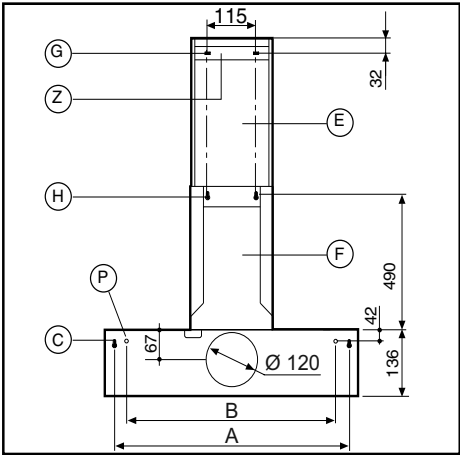

Fig.3
• MONTAGE DE LA HOTTE A LA PAROI - (Fig.3)
montages, utiliser les vis et vis tamponnées appropriées au type de mur (ex. Ciment, contreplaqué, etc.). Accrocher la hotte à la paroi en utilisant les 2 trous "C" (Fig.3). Fixer définitivement la hotte à la paroi en utilisant les 2 trous de sécurité inférieurs "P".
• MONTAGE DES TUYAUX DE RACCORDEMENT (Optional) - (Fig.3)
Forer 4 trous (G-H) en respectant les cotes indiquées. Pour les différents montages utiliser les vis et vis tamponnées appropriées au type de mur (ex. ciment, contreplaqué etc.). Bloquer la bride "Z" à la paroi (Fig.3-6). Placer les deux raccords accouplés verticalement sur la hotte. Fixer le raccord "F" en utilisant les 2 trous "H" (Fig.3). Faire glisser vers le haut le raccord "E", le bloquer latéralement à la bride "Z" avec les vis appropriées (Fig.6).
• MONTAJE DE LA CAMPANA A LA PARED - (Fig.3)
sobre la base de las dimensiones del modelo comprado. Para los diferentes montajes, utilizar los tornillos y tornillos tamponados apropiados para el tipo de pared (ej. Cemento, contraplacado, etc.). Enganchar la campana a la pared utilizando los 2 agujeros "C" (Fig.3). Fijar definitivamente la campana a la pared utilizando los 2 agujeros de seguridad inferiores "P".
• **MONTAJE DE LOS TUBOS DE CONEXIÓN (Opcional)** - (Fig.3)
Perforar 4 agujeros (G-H) respetando las cotas indicadas. Para los diferentes montajes utilizar los tornillos y tornillos tamponados apropiados al tipo de pared (ej. cemento, contraplacado, etc.). Bloquear la brida "Z" a la pared (Fig.3-6). Colocar los dos racores acoplados verticalmente en la campana. Fijar el racor "F" utilizando los 2 agujeros "H" (Fig. 3). Deslizar hacia arriba el racor "E", bloquearlo lateralmente a la brida "Z" con los tornillos apropiados (Fig.6).